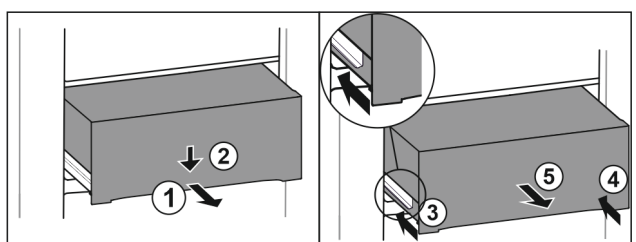

Fig. 72
- ▶ Trekk skuffen ut halvveis. Fig. 72 (1)
- ▶ Skyv skuffen foran nedover. Fig. 72 (2)
- ▶ Sett inn den venstre skinnen ca. 2 cm. Fig. 72 (3)
- ▶ Sett inn den høyre skinnen ca. 2 cm. Fig. 72 (4)
- ▶ Ta ut skuffen framover. Fig. 72 (5)